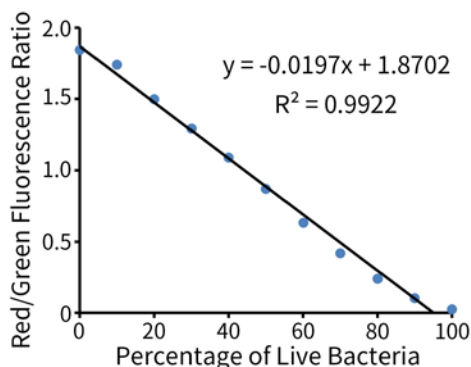

图3. 碧云天细菌死活染色试剂盒(DMAO/PI) (C2030)对不同细菌死活比例DH5α菌株的检测效果。活细菌占比越高, 红色荧光越少, 红绿比值越低。实际检测数据会因实验条件、染料浓度、细菌种类、检测仪器等的不同而存在差异, 图中数据仅供参考。
➤ 本试剂盒使用荧光酶标仪检测细菌死活标准品的效果参考图3, 在0-100%的细菌存活率范围内有良好的线性关系。
e. 根据检测数据拟合细菌死活标准曲线。对于大肠杆菌DH5α菌株，本试剂盒检测细菌死活标准品效果参考图3。